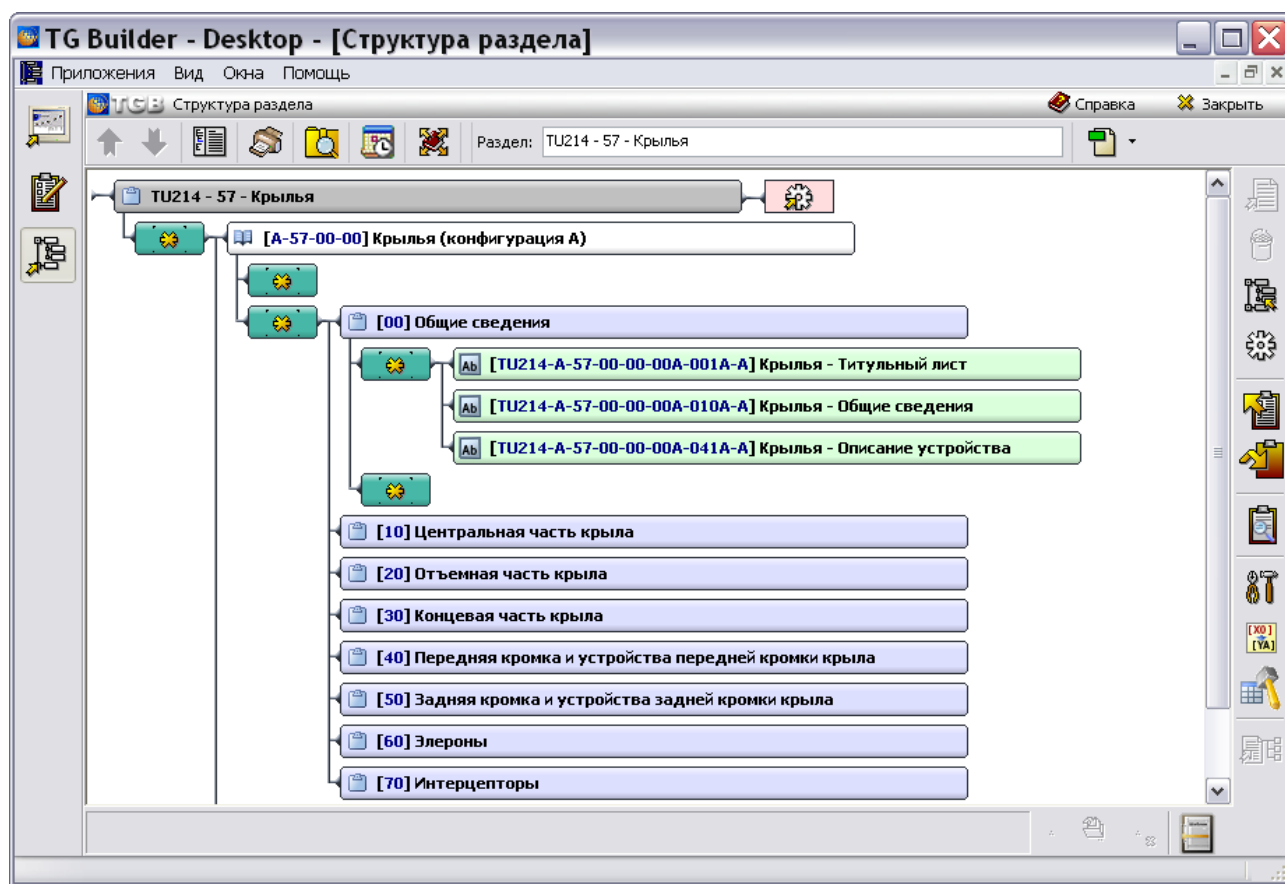

Рис. 24.3. Структура проекта
2. Откройте проект для редактирования и в редакторе структуры сформируйте перечень требуемых разделов и модулей данных (Рис. 24.3).